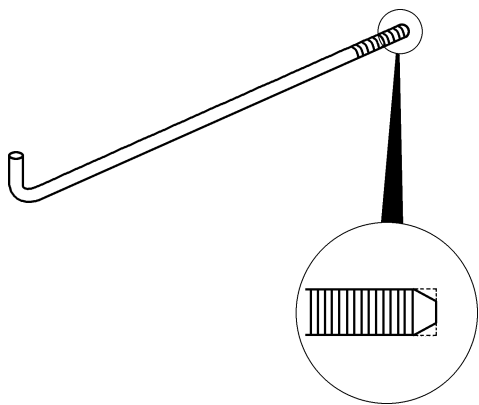

图 23-53 将螺栓的一端打磨成尖头
12) 按照图 23-53 所示, 找一只从蓄电池支架上拆下的螺栓, 把螺栓的一端打磨成尖头。